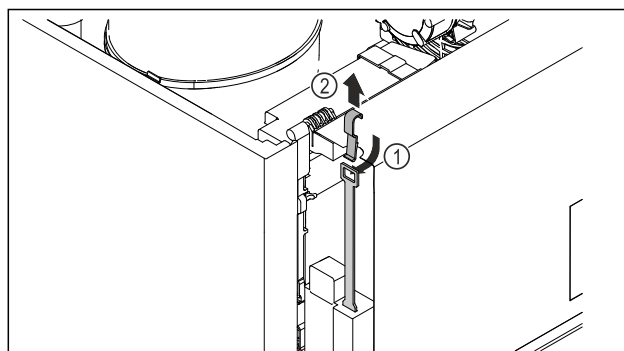

Fig. 244
- Wsunąć klucz odblokowania awaryjnego od góry Fig. 244 (1), aby zaczepić zamek i pociągnąć do góry Fig. 244 (2).